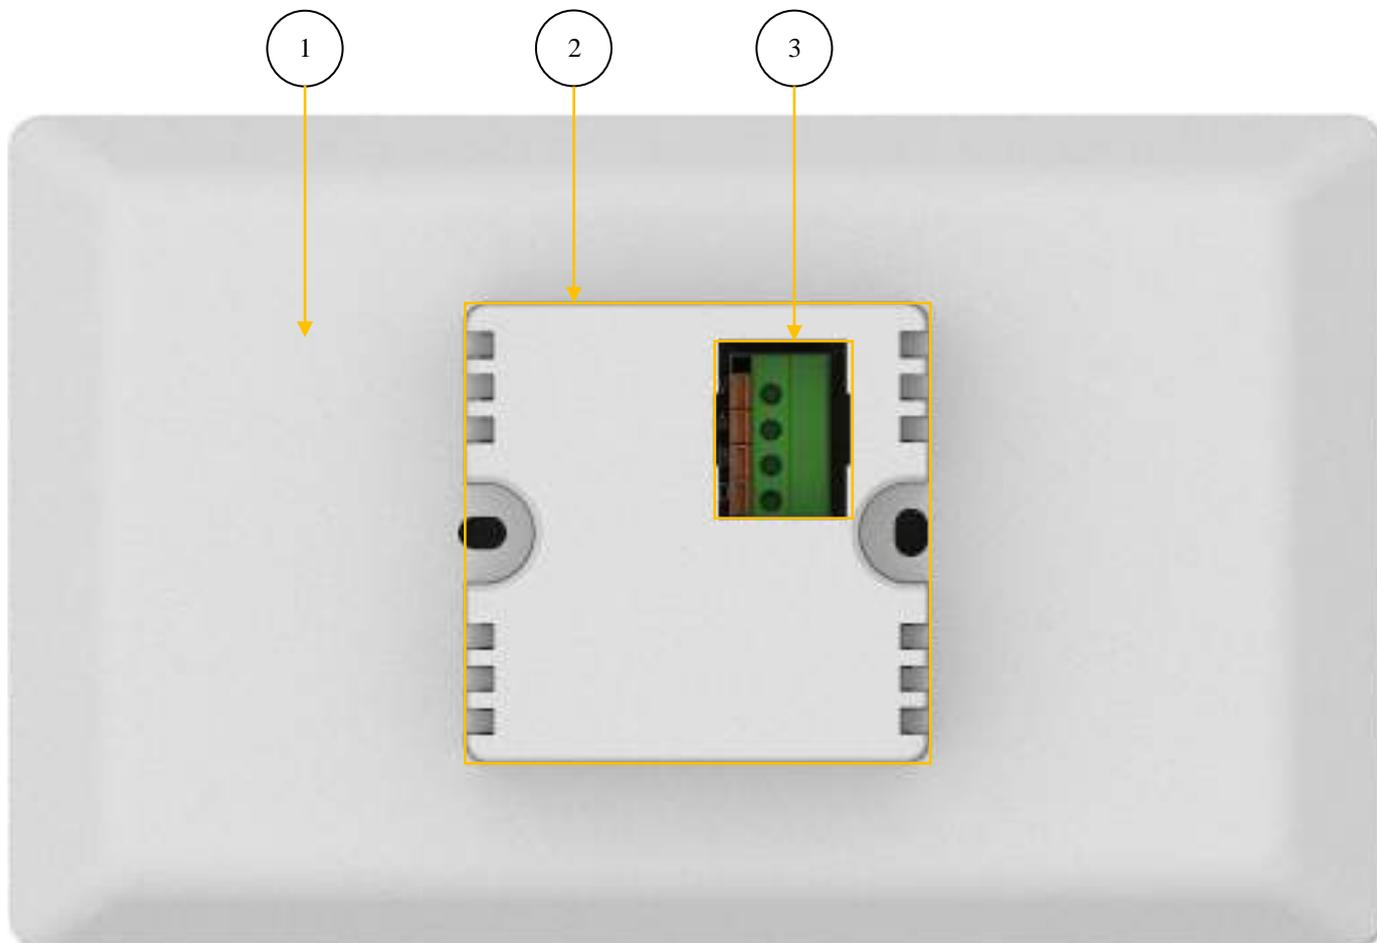

Рис. 12.: Дисплейный модуль. Вид сзади.
2.2. Задней крышки (Рис. 12.: Дисплейный модуль. Вид сзади., Рис. 13.: Дисплейный модуль. Изометрия)